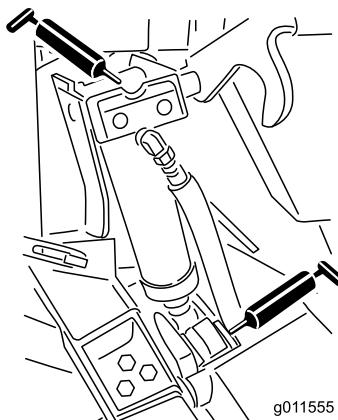

Figura 46
- Quatro casquinhos do cilindro de elevação (Figura 46)